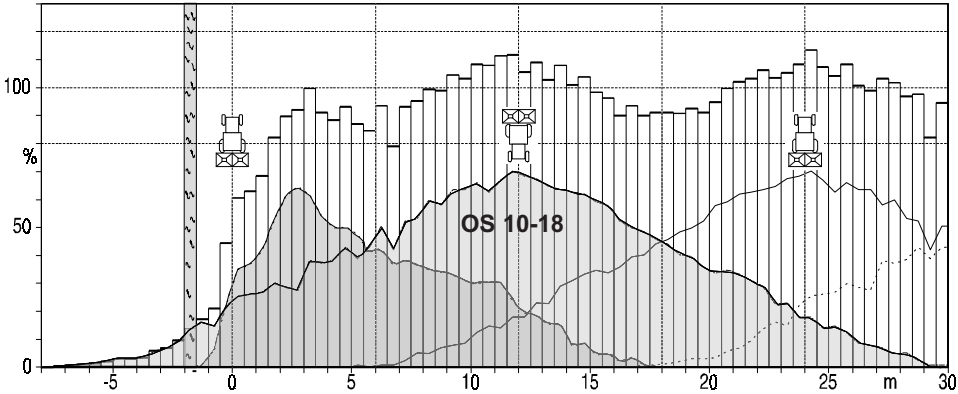

Рис. 4.3
- закладывают технологические колеи с интервалом в 10 или 12 м (Рис. 4.3 и 4.4).
Так, например, распределение на границах (при помощи экранирующего щитка для распределения на границах) на 1,5 м расстоянии при 18 м технологической колее благоприятно, так как удобрения не раструсиваются за границу поля. Если прохождение производится с таким же положением лопастей (при внесении некоторых сортов удобрений, например, кальциево-аммиачной селитры (KAS), при таком же положении лопастей возможно оптимальное поперечное распределение при ширине захвата 10 – 18 м) на 12 м или 10 м расстоянии между технологическими колеями, то при обратном проходе OS 10-18 распределяют значительное количество удобрений (прибл. на 4,5 или 6,5 м) через границу (см. рис. 4.3) .